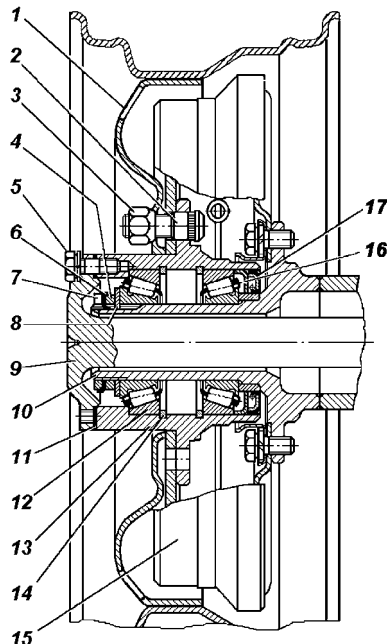

Рис. 9.33. Ступица заднего колеса:
2. Снимите колпак колеса. Демонтируйте полуось 9 (рис. 9.33) заднего моста или ведущий фланец у переднего моста.